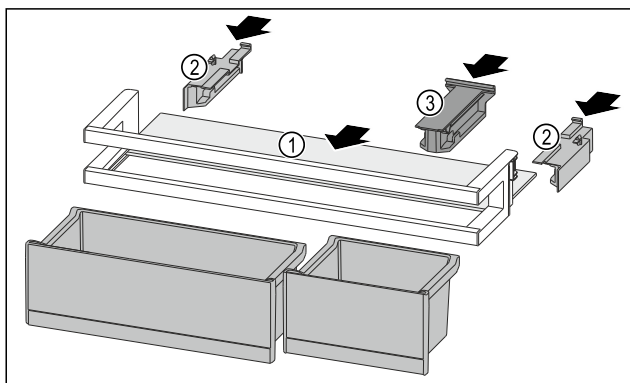

Fig. 239
- Odkládací plochu Fig. 239 (1) zasuňte do bočních vybrání.
- Boční díly Fig. 239 (2) vložte.
- Držák Fig. 239 (3) vložte.